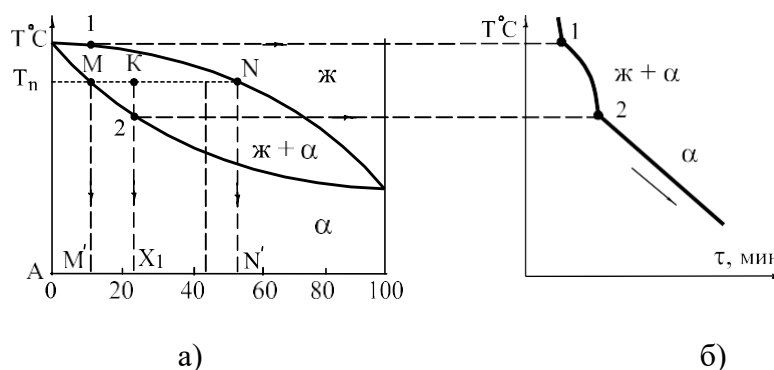

Рис. 1. Диаграмма состояния системы А – В(а) и кривая охлаждения сплава состава X (б)
11. Пример выполнения задания по анализу фазовых превращений в двухкомпонентных сплавах рассмотрим применительно к сплаву с неограниченной растворимостью компонентов в жидком и твердом состояниях. Диаграмма состояния для этого случая представлена на рис. 1, а, где в удобной графической форме отображены изменения в состоянии сплавов при изменении их состава и температуры.
Как видно на рис.1 (а), на диаграмме имеются три области, разделенные двумя сходящимися по краям кривыми. Верхняя (выпуклая) кривая представляет собой геометрическое место точек температур начала кристаллизации (или конца плавления) твердой фазы и называется линией *ликвидус*. Выше этой линии все сплавы находятся в жидком состоянии (*liquide* – жидкий). Нижняя (вогнутая) кривая – геометрическое место точек температур конца кристаллизации (или начала плавления) твердой фазы и называется линией *солидус*. Ниже этой линии все сплавы находятся в твердом состоянии (*solide* – твердый). В области между линиями ликвидуса и солидуса часть сплава находится в жидком состоянии, а часть – в твердом.
в) В соответствии с выявленными критическими температурами строится кривая охлаждения сплава в координатах «температура – время» (рис. 1,б). На данной кривой:
Например, для сплава состава X_1 и находящегося при температуре T_n (точка K , рис.1,а), жидкая фаза состоит из 48 %А и 52% В (проекция точки N на ось абсцисс), а твердая – из 88 % А и 12 %В (проекция точки M на ось абсцисс).